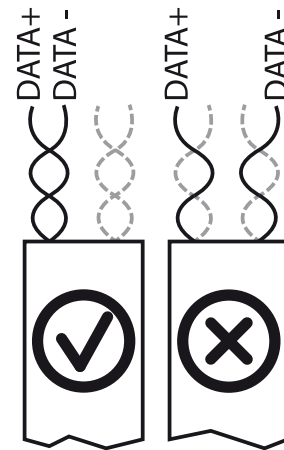

Bild 20: RS485-Bus: Belegung der verdrehten Adernpaare
- Beim Anschluss von DATA+ und DATA- die Adernpaarung beachten (siehe Bild 20)